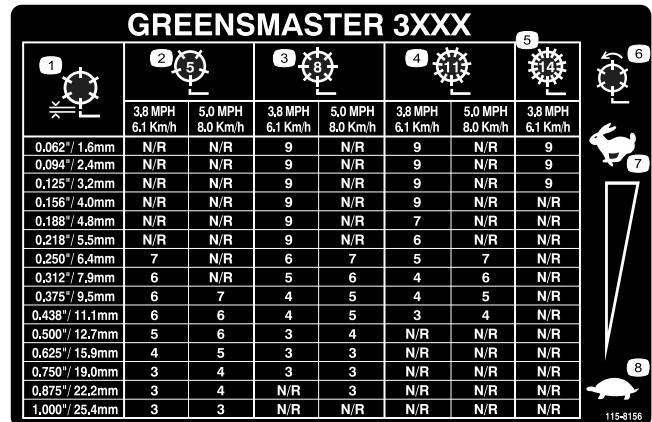

Figura 29
3. Utilizando o gráfico apropriado (Ver Figura 29) para as unidades de corte de 5, 8, 11 ou 14 lâminas, escolha a velocidade adequada dos cilindros.